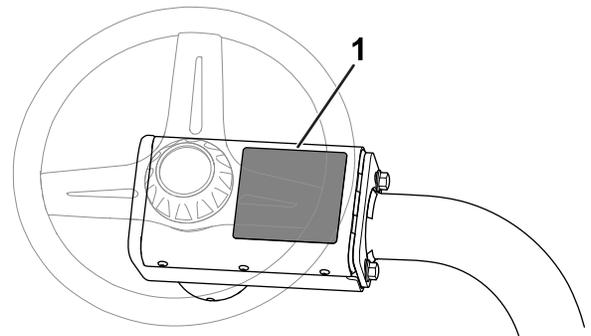

Рисунок 12
- **Предупреждающая наклейка CE:** приклейте предупреждающую наклейку CE (№ по кат. 139-8321) поверх имеющейся предупреждающей наклейки (№ по кат. 139-8320) на колпачке рулевого колеса; см. Рисунок 12.